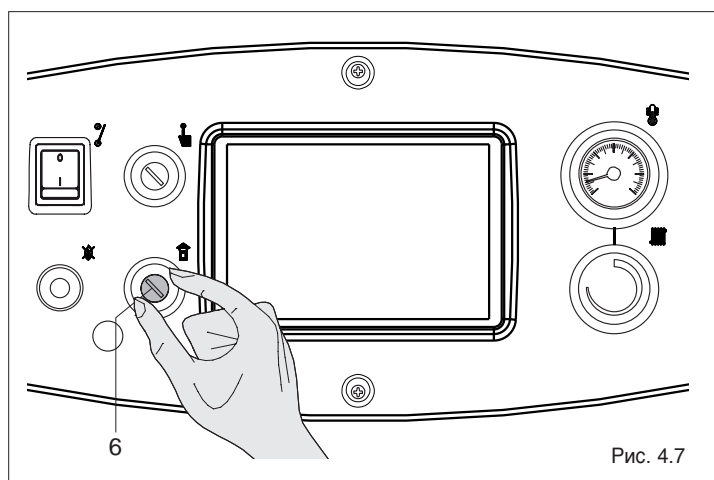

Рис. 4.7
- Снимите колпачок с термостата дымовых газов (6, Рис. 4.7)